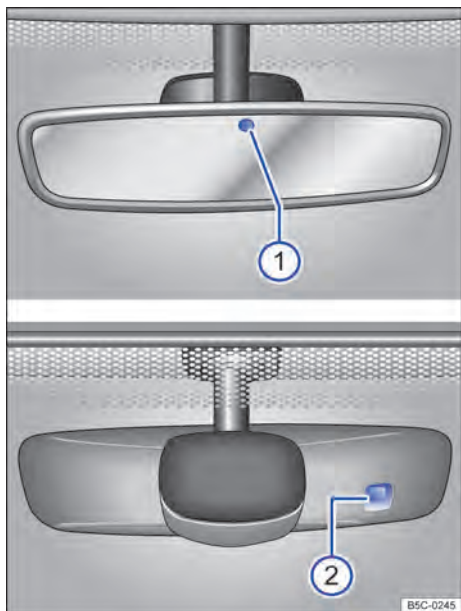

Fig. 73 No para-brisa: espelho retrovisor interno com antiofuscante automático.
As possíveis causas de avarias e interpretações errôneas na área da superfície sensível → Fig. 73 do sensor de chuva são, entre outras:
Quando a ignição é ligada, os sensores medem a incidência de luz. Existem 2 sensores no espelho retrovisor interno, um que mede a incidência de luz pela *frente* → Fig. 73 ① e outro que mede a incidência de luz por *trás* ②. Em função dos valores medidos, o espelho retrovisor interno é escurecido automaticamente.